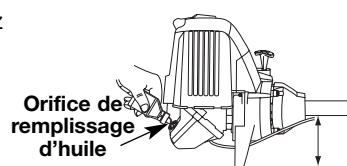

Fig. 8
- Placez l'appareil sur une surface horizontale plane (Fig. 8).